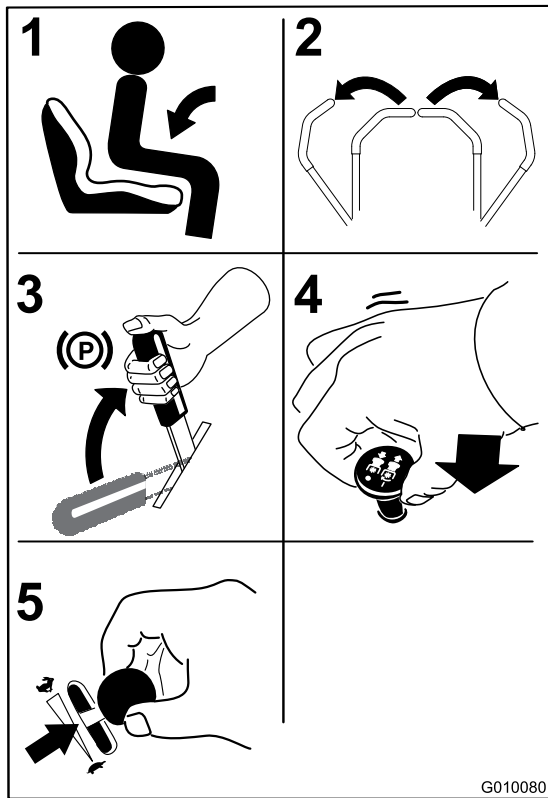

Figura 16
1. Siéntese en el asiento (Figura 16).
2. Mueva los controles de movimiento hacia fuera a la posición de bloqueo/punto muerto (Figura 16).
3. Ponga el freno de estacionamiento (Figura 16); consulte Aplicación del freno de estacionamiento.
4. Mueva el mando de control de las cuchillas a la posición de Desengranado (Figura 16).